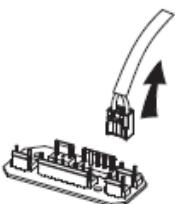

Рис. 2
3. Найдите клемму провода подсветки и отключите её. См.Рис.2.